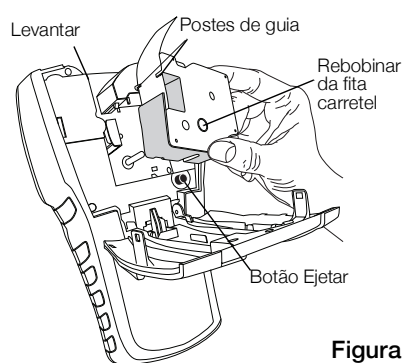

Figura 4
- 2 Prima o botão de ejeção do cartucho. Consulte a Figura 4. O cartucho de etiquetas é levantado da impressora.